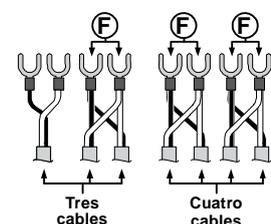

Fig.9
- Corte los terminales de dos de los cables a conectar (en total 4 terminales). Empalme los cuatro polos por parejas sobre los nuevos terminales suministrados junto con los comandos remotos (Fig.9).
- Corte los terminales de los cuatro cables a conectar (en total 8 terminales). Empalme los cuatro polos por parejas sobre los nuevos terminales suministrados junto con los comandos remotos (Fig.9). Repita este proceso para los cables restantes.